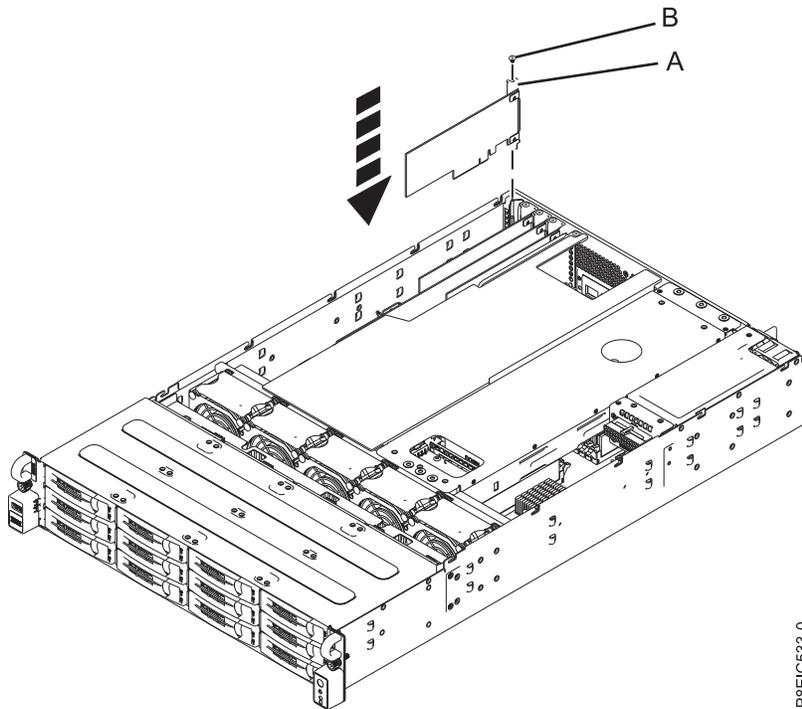

Figure 49. Remise en place de la carte de module supercondensateur (A) et de la vis (B)
- b. Insérez la vis de fixation (**B**) et serrez-la pour fixer la carte de module supercondensateur dans le système, comme illustré dans la figure 49, à la page 45.